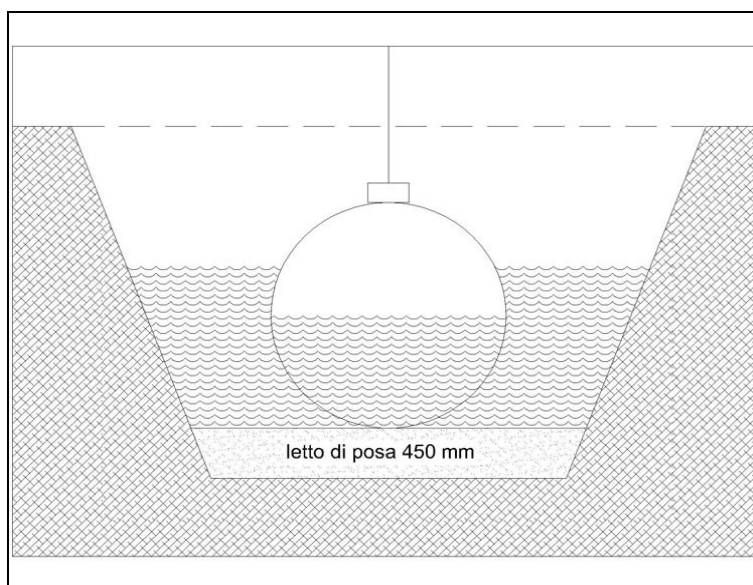

Figura 14 Scavo bagnato
- Aggiungere poi ulteriore zavorra per affondare ulteriormente il manufatto (vedere Figura 14).